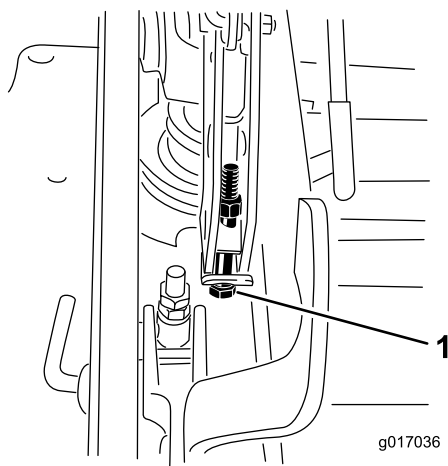

Figure 122
12. Si le tablier est trop bas, serrez le boulon de réglage monpoint dans le sens horaire. Si le tablier est trop haut, desserrez le boulon de réglage monpoint dans le sens antihoraire (Figure 122).